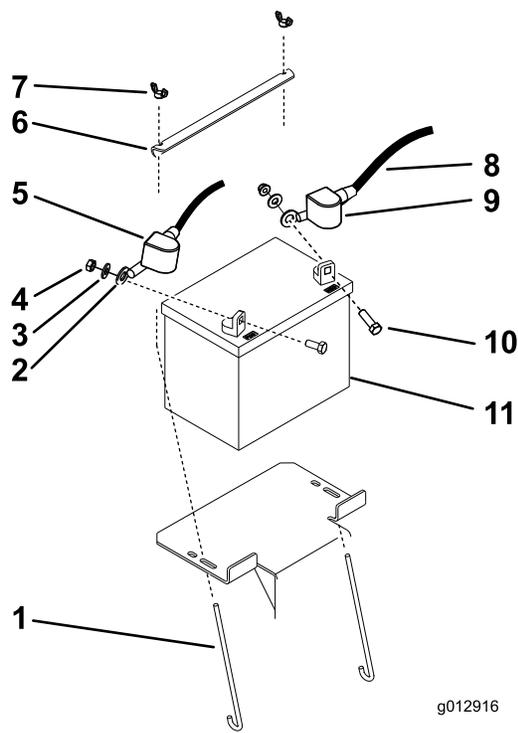

Figure 37
3. Enlevez le capuchon en caoutchouc noir qui protège le câble négatif. Débranchez le câble négatif de la borne négative (-) de la batterie (Figure 37).
4. Enlevez le capuchon rouge de la borne positive (rouge) de la batterie. Débranchez ensuite le câble positif (rouge) de la batterie (Figure 37).
5. Déposez la plaque de maintien de la batterie (Figure 37) et enlevez la batterie.
1. Placez la batterie sur la machine (Figure 37).
3. Commencez par relier le câble positif (rouge) à la borne positive (+) de la batterie avec un écrou, une rondelle et un boulon (Figure 37). Glissez le capuchon de caoutchouc sur la borne de la batterie.
4. Reliez ensuite le câble négatif et le câble de masse à la borne négative (-) de la batterie avec un écrou, une rondelle et un boulon (Figure 37). Glissez le capuchon de caoutchouc sur la borne de la batterie.